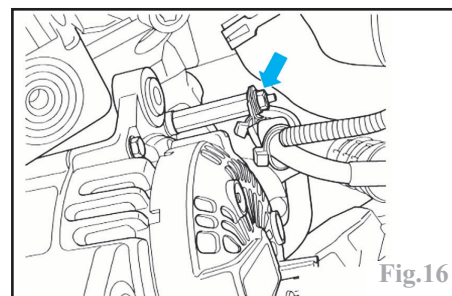

Fig.16
- l'écrou de fixation des supports des câbles de l'alternateur (Fig.16).